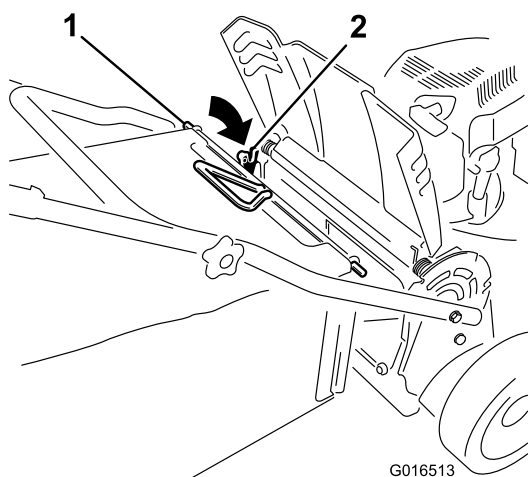

Рисунок 27
3. Вставьте штангу мешка в выемки в основании рукоятки и покачайте мешок вперед-назад, чтобы убедиться в том, что штанга находится в нижней и верхней выемке; см. Рисунок 27.